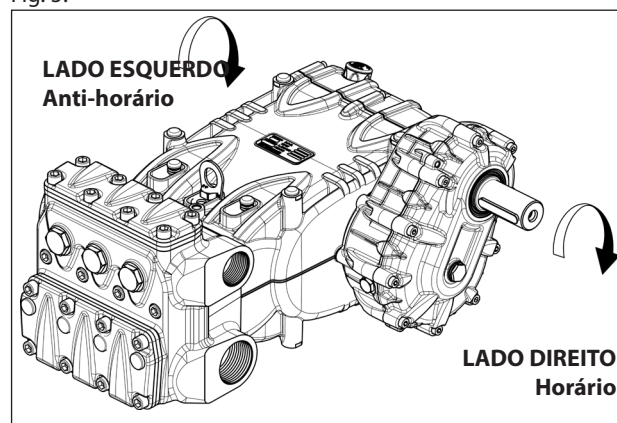

Fig. 5
Posicionando-se na frente do cabeçote da bomba, o sentido da rotação da tomada de movimento deverá ser como da Fig. 5.
N.B. A versão relacionada na Fig. 5 é direita.